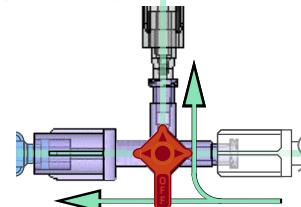

Afbeelding 4 – DyeVert-afsluitkraan voor ventielkeuze
- a. Richt de afzuigkraan voor ventielkeuze op basis van de katheretmaat die is gebruikt in de ingreep en die consistent is met de vloeistofstroming zoals getoond in afbeelding 1 naar de juiste stand '4F & 5F' of '6F & 7F' (zie afbeelding 4).